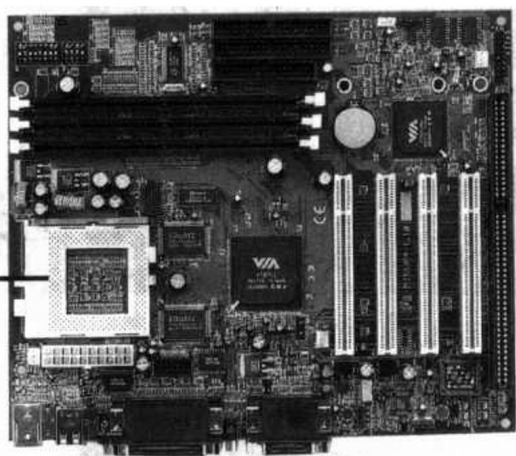

图 1.1.3 Socket 7 结构主板
(1) Socket 7 结构的主板 (见图 1.1.3): 它属于主板界的元老级产品, 搭配 Pentium 级的 CPU 使用, 如 Intel Pentium, Pentium MMX, AMD K6-2, AMD K6-3 等。